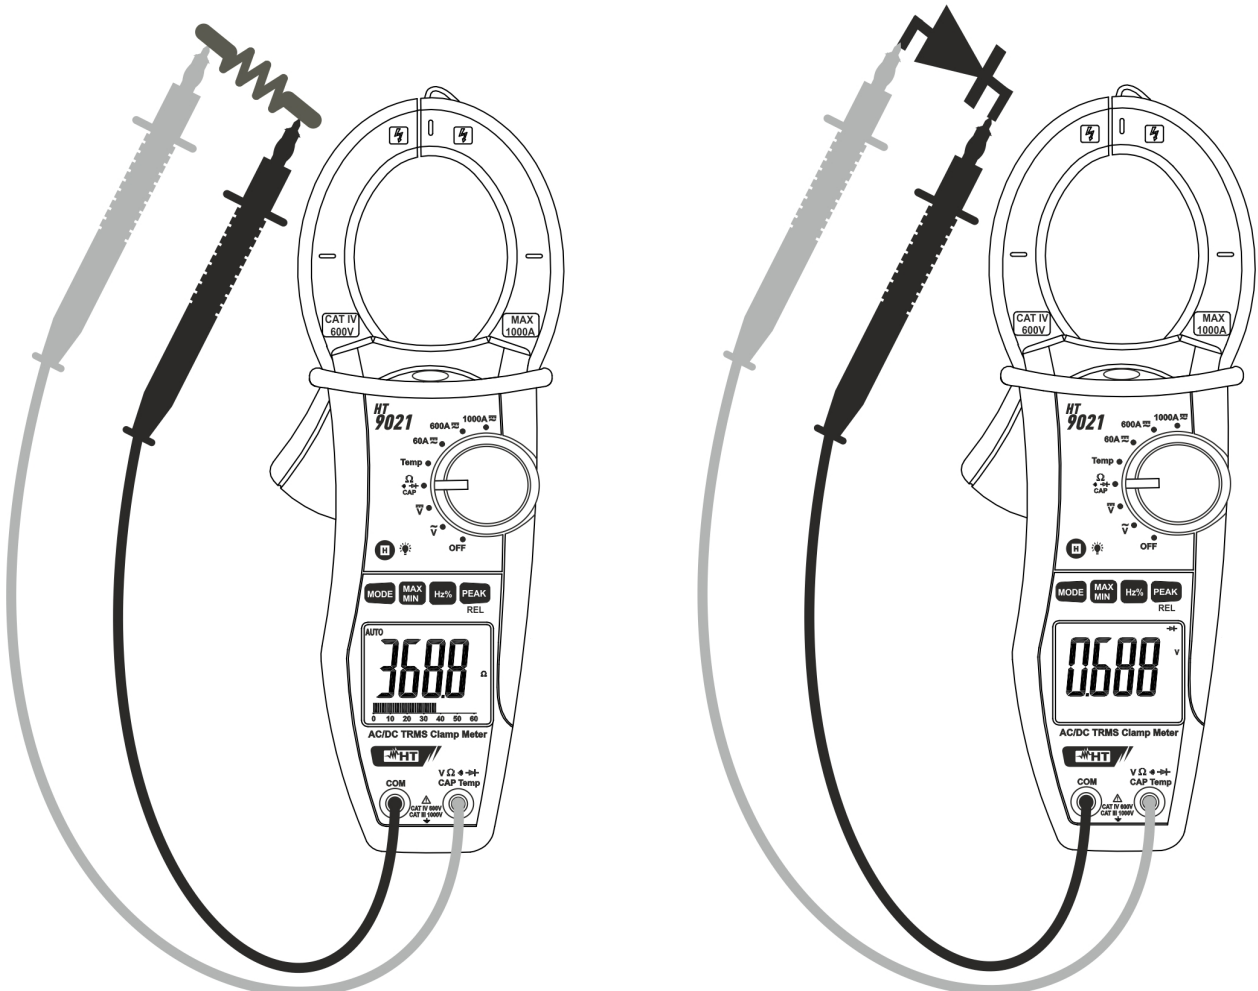

Fig. 6: Uso della pinza per Test Continuità e Prova Diodi
3. Inserire il cavo rosso nel terminale di ingresso **VΩ → CAP Temp** e il cavo nero nel terminale di ingresso **COM** ed eseguire il test di continuità sull’oggetto in prova (vedere Fig. 6 – parte sinistra). Il cicalino emette un segnale acustico quando il valore della resistenza misurata è inferiore a circa 60Ω
5. Connettere il puntale rosso all’anodo del diodo e il puntale nero al catodo in caso di misura di polarizzazione diretta (vedere Fig. 6 – parte destra). Invertire la posizione dei puntali in caso di misura di polarizzazione inversa